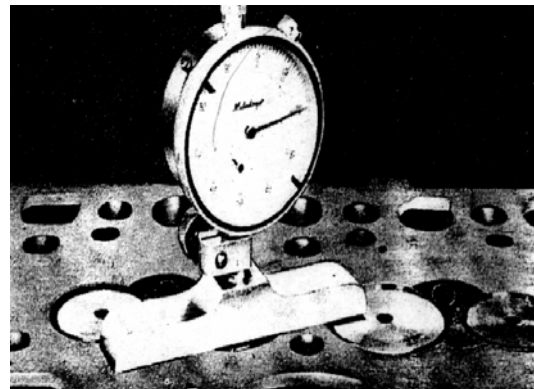

РИС. 71
- 4) После шлифовки плоскости разъема, измерьте расстояние между головкой клапана и разделяющей плоскостью. Еще раз, если требуется, обработайте седла клапанов (рис. 71).
ПРИМЕЧАНИЕ: Расстояние от головки клапана до разделительной плоскости головки блока цилиндров должно быть в пределах технических характеристик (см. рис. 71).